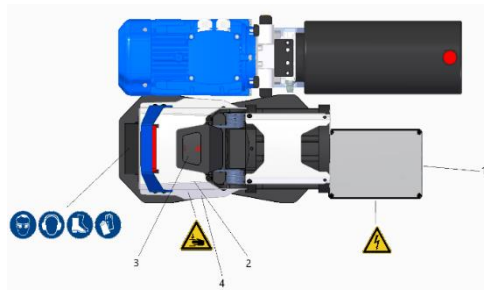

Bild 2: Sicherheitslayout
Die Maschine ist mit folgenden Sicherheitseinrichtungen ausgerüstet. Die Realisierung erfolgt in einer eigenen Sicherheitssteuerung, in Bild 2 sind die Sicherheitseinrichtungen bildlich dargestellt:
An der Maschine sind zur Warnung vor Restrisiken, die konstruktiv nicht zu beseitigen sind, Warnschilder montiert, in Bild 2 sind die Positionen dieser abgebildet:
Das Typenschild (4) (siehe Bild 3) zur Kennzeichnung der Maschine befindet sich auf der Kettenschere (siehe Bild 2).